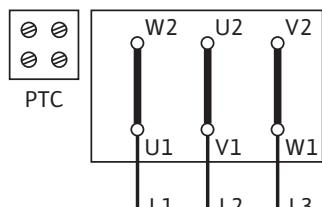

Fig. 45: Pornire Y-Δ (standard)
Schema de racordare pentru racordul electric se află în cutia de borne (consultați, de asemenea, Fig. 45/46).
- Alimentarea electrică la placa de borne depinde de puterea motorului  $P_2$ , de alimentarea electrică și de tipul de conexiune. Comutarea necesară a punților de legătură în cutia de borne poate fi preluată din lista următoare „Tab. 4: Configurarea bornelor de conectare“ la pag. 19 precum și din Fig. 45/46.
Pornire Y-Δ (standard)	Îndepărtați punțile de legătură (Fig. 45)